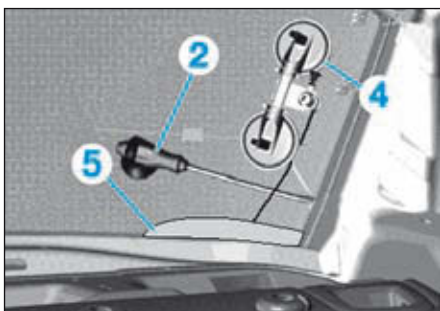

FIG.25
- Insérer l'alène (2) dans le cordon de colle et la fixer sur la glace à l'aide de la ventouse (Fig.25).